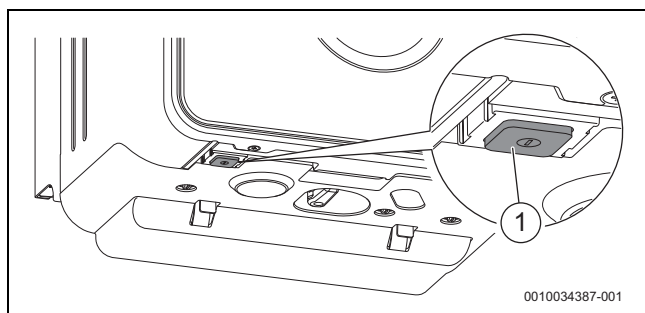

Fig. 1 Interrupteur Marche/Arrêt
- Arrêter le dispositif avec l'interrupteur Marche/Arrêt (→ fig. 1, page 5).